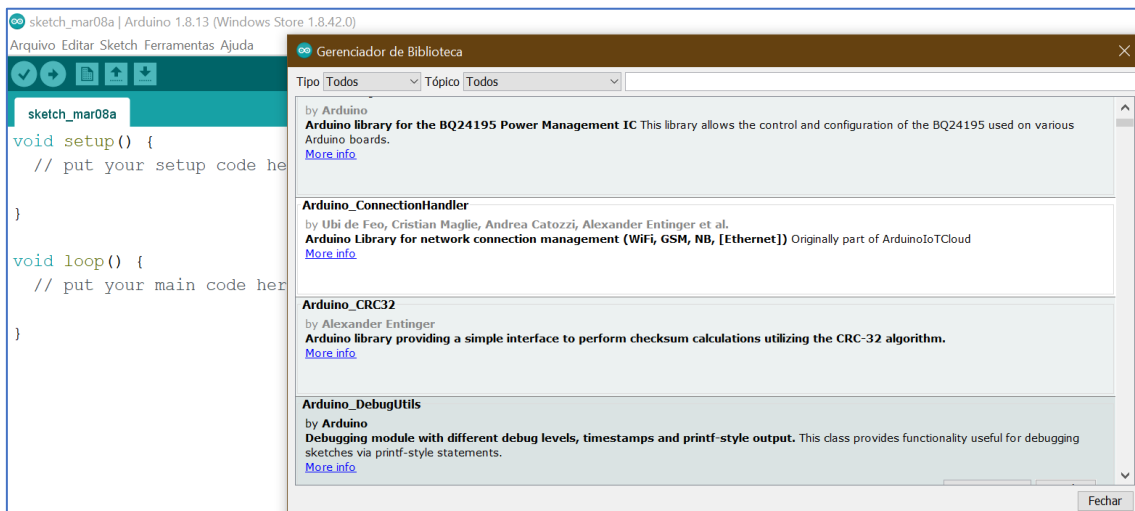

Figura 3 – Formulário de acesso ao Gerenciador de Biblioteca, pelo menu > Sketch > Incluir Biblioteca
- *Sketch>Incluir bibliotecas* – adiciona uma biblioteca ao seu sketch pela inserção do comando *#include* do pré-processador da linguagem; adicionalmente, a partir deste item de menu, pode-se acessar o *Gerenciador de Biblioteca* e importar novas bibliotecas de arquivos .zip, conforme ilustra a Figura 3;